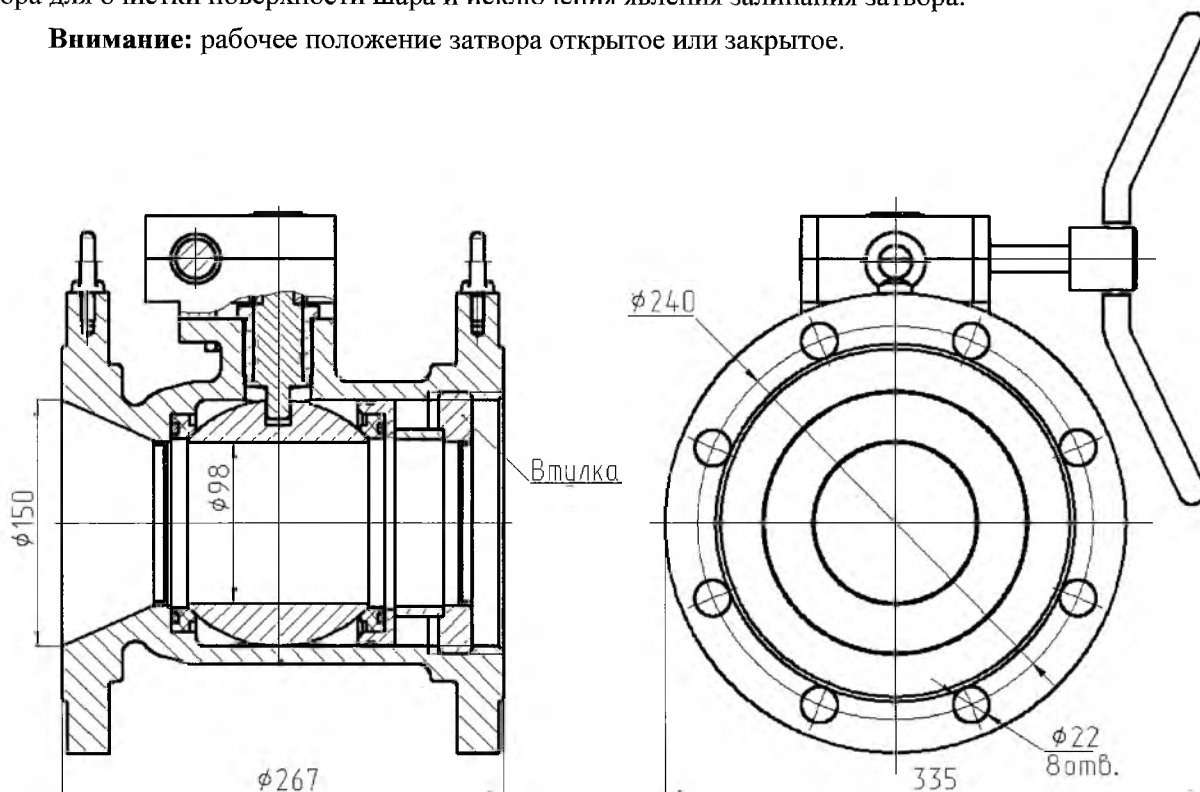

Рисунок 1
7.4 Подтяжку втулки (рисунок 1) для достижения герметичности производить спец ключом (усилие затяжки должно находиться в диапазоне 45-55 Н·м) в закрытом положении крана.